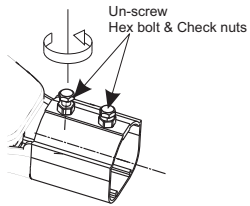

FIG:1
2. Afloje las tuercas y los tornillos de montaje según el tamaño del embone del poste (Fig. 1)